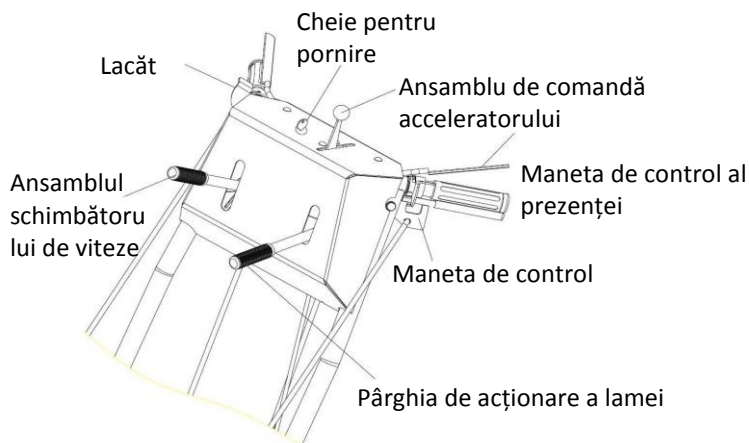

Figura 1
2.4 Comenzi ale operatorului (a se vedea figura 1)